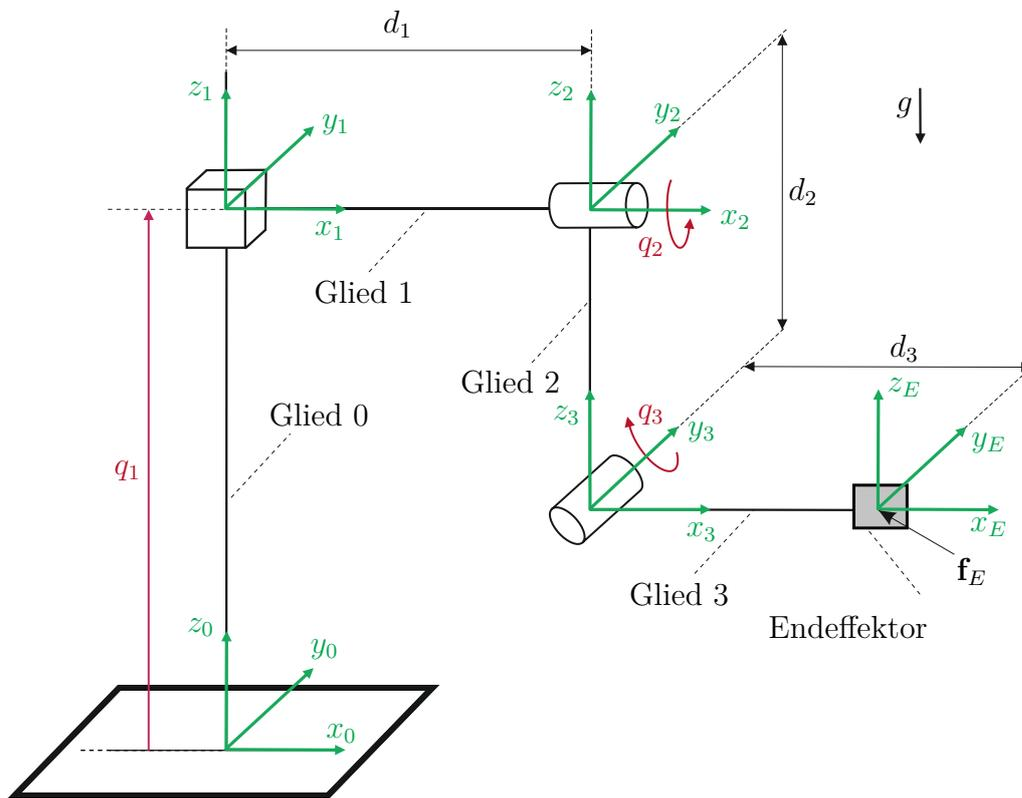

Abbildung 4: Manipulator
3. In Abbildung 4 ist ein Manipulator dargestellt. Der Manipulator besteht aus einem translatorischen und zwei rotatorischen Gelenken. Am Endeffektor des Manipulators wird die externe Kraft $\mathbf{f}_E = [f_{E,x} \ 0 \ f_{E,z}]^T$ (im Inertialsystem definiert) ausgeübt. Die Massen m_0 bis m_3 der Glieder 0 bis 3 sind homogen verteilt. Die Gelenke und der Endeffektor sind als masselos zu betrachten. Das Massenträgheitsmoment des zweiten Gliedes $\mathbf{I}_2 = \text{diag}([I_{2,xx} \ I_{2,yy} \ I_{2,zz}])$ im körperfesten Koordinatensystem um den Schwerpunkt ist bekannt. Die Erdbeschleunigung g wirkt in negative z_0 -Richtung. 16.5 P.